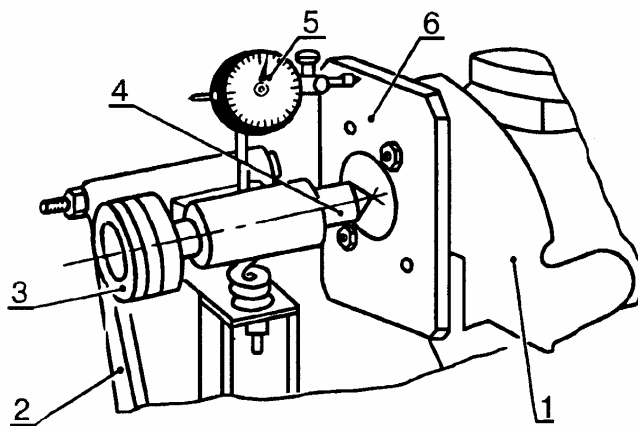

Рис. 15 Проверка биения фланцев балки:
5.7 Установить балку 1, рис.15, в зажимные конусы 4 приспособления 2. Завернуть винты 3 до упора, обеспечив при этом проворачивание балки (приспособление 67.20.001.00).